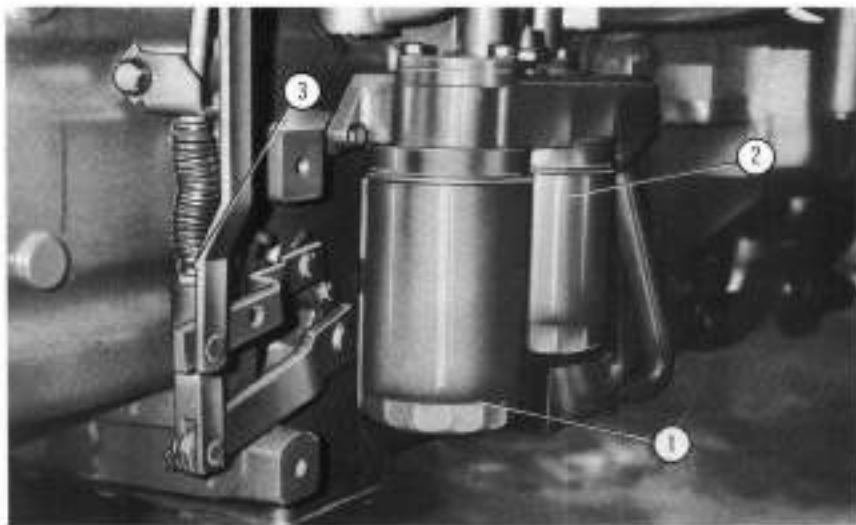
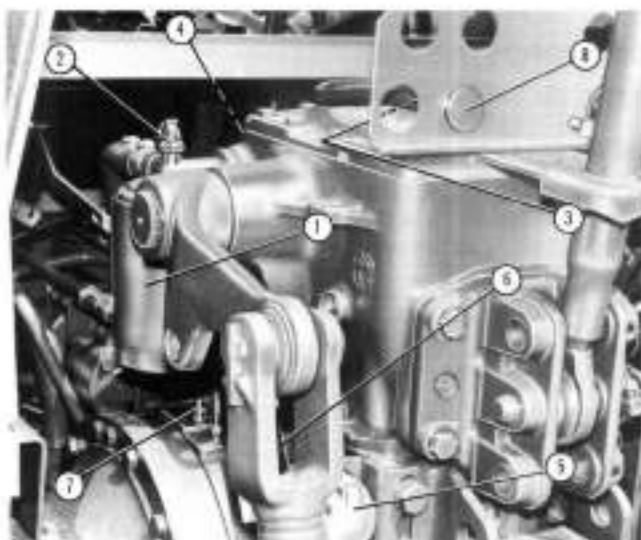

Fig. 22
Fig. 30
**Dès l'allumage des témoins de colmatage** (3-13 fig. 3): remplacer les filtres à huile (1-2 fig. 22) et (1 fig. 30 seulement pour Explorer 80).
- les deux filtres servent à la prise de force, à la lubrification de la boîte de vitesses, aux distributeurs auxiliaires et au relevage hydraulique (1 fig. 30)
La réglage du frein à main s'effectue en agissant sur la vis de réglage (3 fig. 22), compte tenu que le jeu du levier à main doit être de 3-4 dents.
Le circuit hydraulique est pourvu d'un distributeur à centre ouvert. L'huile en aspiration est prélevée de la boîte par une pompe à grand débit (la même des distributeurs auxiliaires) et ensuite filtrée par un filtre à cartouche interchangeable (1-2 fig. 22). L'huile sous pression atteint le relevage hydraulique en s'écoulant à travers les distributeurs auxiliaires.
**Dès l'allumage du témoin de colmatage** (3 fig. 3): remplacer le filtre à huile (1 fig. 22) pour l'Explorer 60-70 et (1 fig. 30) pour l'Explorer 80.